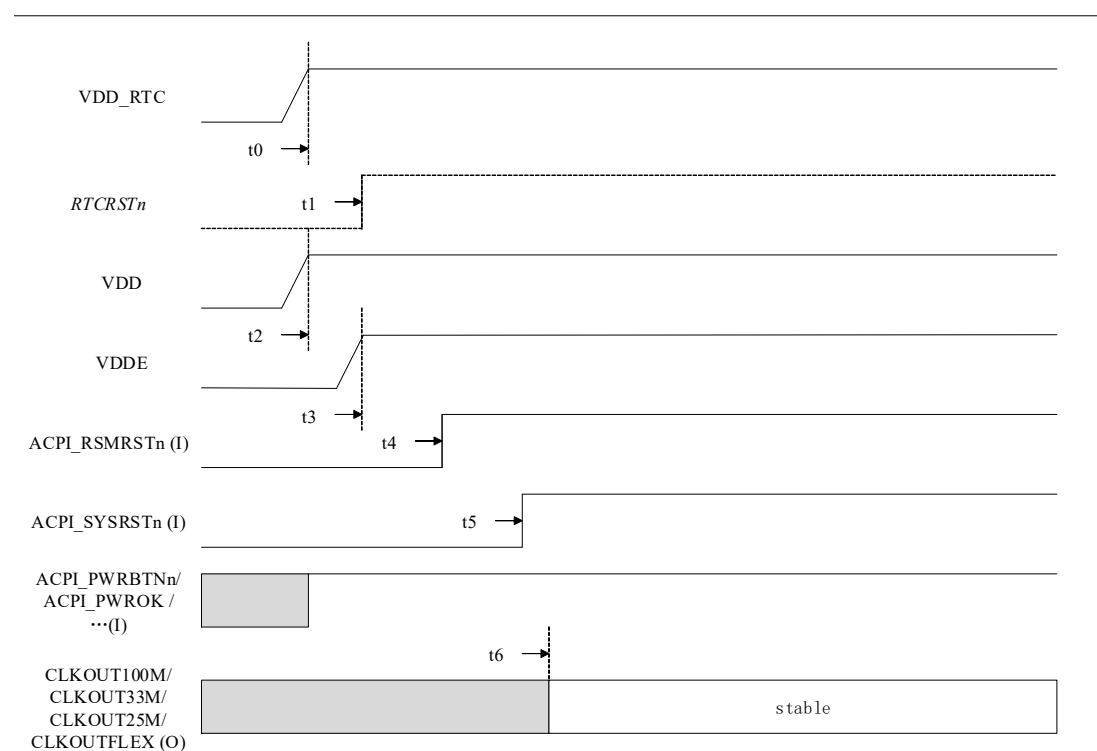

图 7-5 不使能 ACPI 功能时的冷启动上电时序（RTC 掉电）
6. 表 7-7 对时序的描述对应图 7-5，与上述注解不一致的描述以上述注解为准